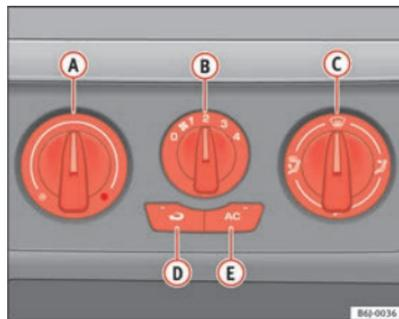

Fig. 91 Mandos del Aire Acondicionado en el tablero de instrumentos
- Desconecte el sistema de refrigeración con la tecla  ⇒ fig. 91 (se apaga el testigo de la tecla).
Con la recirculación de aire en marcha \Rightarrow página 129, fig. 91  (se enciende un testigo en la tecla), se evita que los malos olores del exterior, por ejemplo, al atravesar un túnel o en un atasco, penetren en el habitáculo.